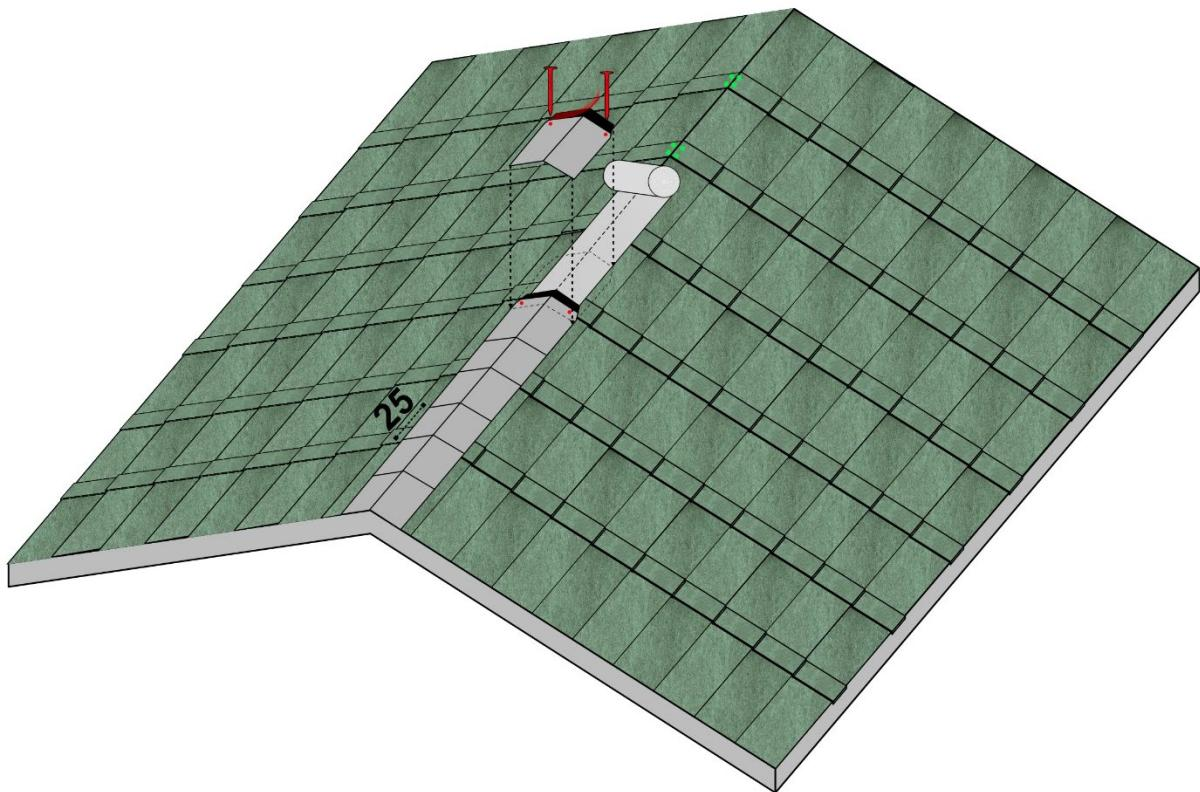

Fig. 14 - Posa elementi colmo
- Posare in mezzeria della linea di colmo il Top Roll Colmo SA, rimuovendo dalla parte inferiore il film che protegge il nastro butilico. In questo modo si andrà ad impermeabilizzare il colmo stesso in corrispondenza del taglio delle tegole - Fig. 14. Fissare il primo elemento colmo con 2 chiodi da almeno 32mm di lunghezza, un chiodo per ogni lato della falda - Fig. 14. Procedere con la posa degli altri elementi colmo in sequenza, lasciando una parte esposta di 25cm tra un elemento colmo e quello successivo.